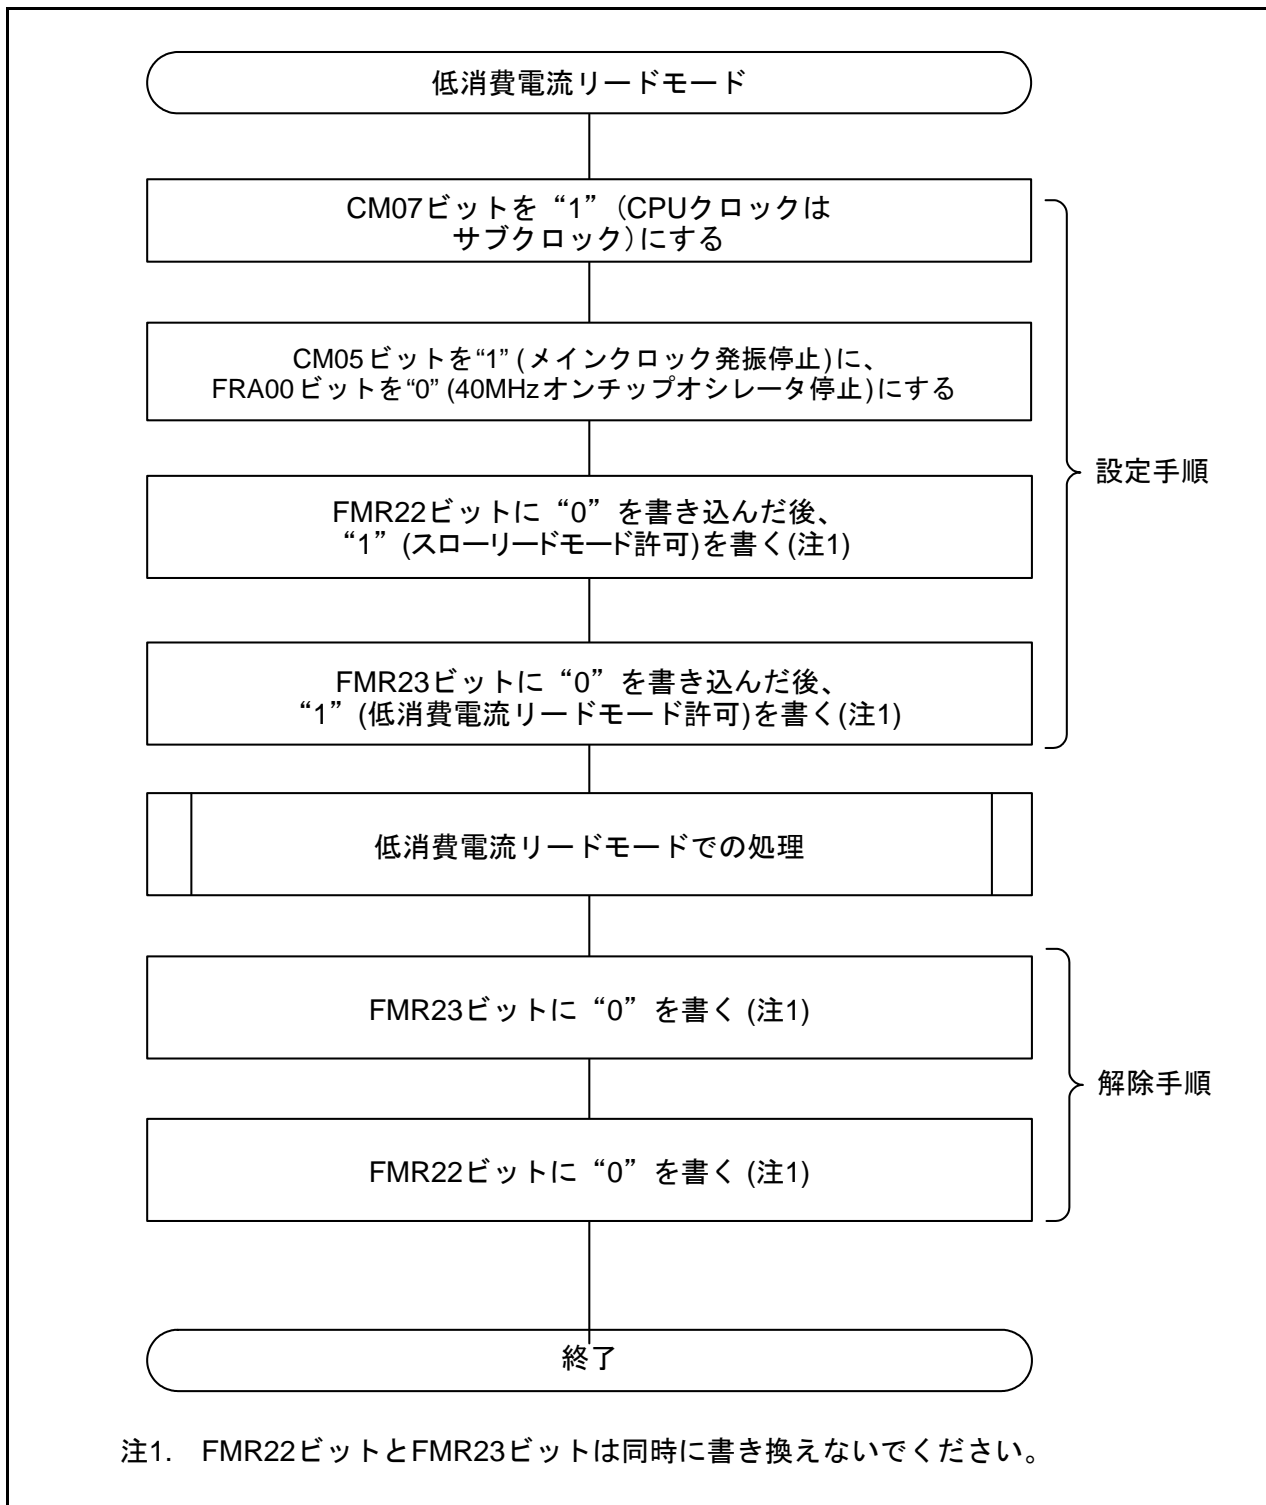

図 9.4 低消費電流リードモードの設定、解除
CM0レジスタのCM07ビットが“1”(CPUクロックはサブクロック)のとき使用できます。図9.4に低消費電流リードモードの設定、解除を示します。
- 低消費電流リードモードに遷移する際は、スローリードモードを経由してください(「図 9.4 低消費電流リードモードの設定、解除」参照)。